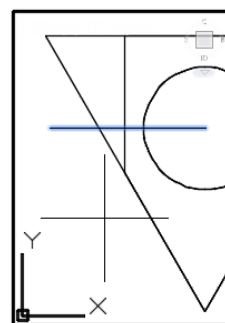

Рис. 25
- 3) на запрос стороны просмотра щёлкнуть точку ниже только что указанной секущей плоскости – рис. 25.